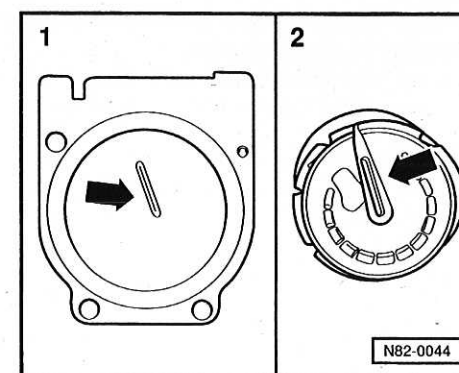

Fig. 4 Position de montage de l'échangeur de chaleur
- ♦ Tenir compte de la position de montage ⇒ fig. 4